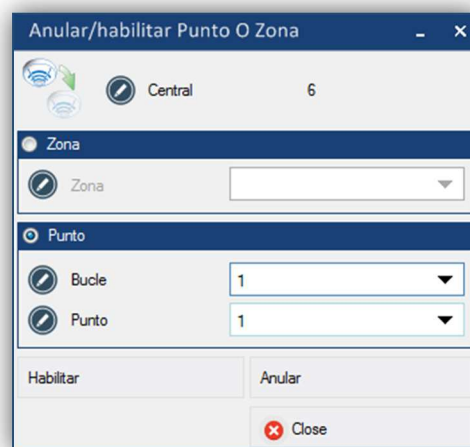

Figura 54. Menú para habilitar o anular zonas y puntos.
- El menú que se muestra en la Figura 54 permite habilitar/anular zonas o puntos individualmente. Para entrar, pulsar el botón **Habilitar/Anular** .